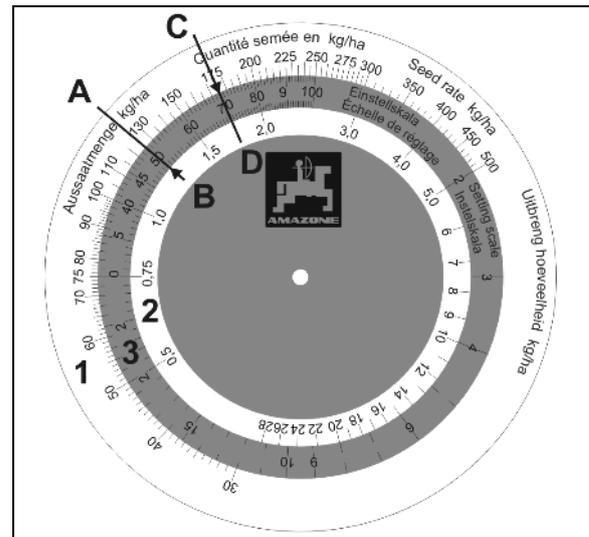

Fig. 69
La disquette comprend trois échelles graduées : une échelle en bordure du disque sur fond blanc (Fig. 69 / 1) pour les quantités supérieures à 30 kg/ha et une échelle intérieure sur fond blanc (Fig. 69 / 2) pour les quantités inférieures à 30 kg/ha. L'échelle intermédiaire à fond coloré (Fig. 69 / 3) indique les valeurs de réglage pour le sélecteur, échelonnées de 1 à 100.
2. Faites concorder la quantité calculée **125 kg/ha** (Fig. 69 / A) avec la valeur de réglage arbitraire « **50** » (Fig. 69 / B) sur la disquette.
3. Lisez sur la disquette la valeur de réglage du sélecteur correspondant à la quantité de grain voulue de **175 kg/ha** (Fig. 69 / C). Dans notre exemple, la valeur de réglage à utiliser est « **70** » (Fig. 69 / D).